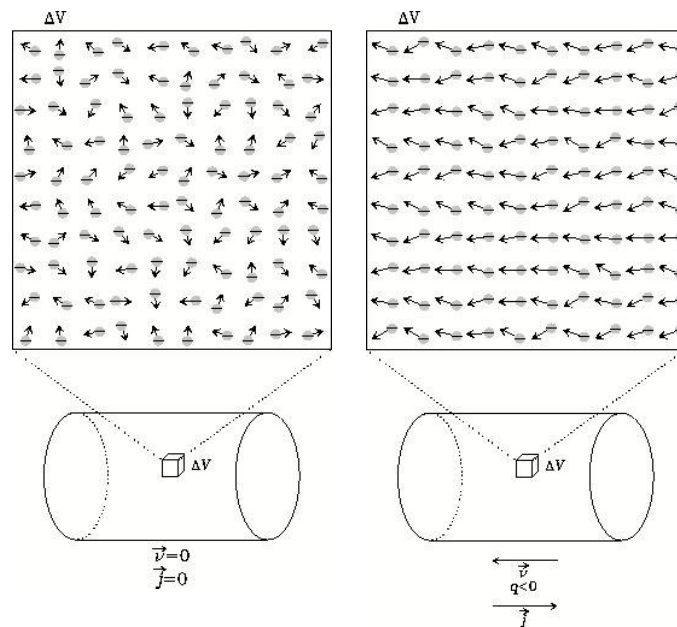

Figura 5-1
- 1) Si no hay movimiento de electrones en ninguna dirección privilegiada (sólo movimiento térmico),  $\vec{v} = 0 \rightarrow \vec{j} = 0$  (figura 5-1, izquierda).
- 2) Si los portadores tienen carga negativa, como ocurre en la conducción en conductores metálicos,  $\vec{j}$  tiene la misma dirección pero sentido contrario a  $\vec{v}$  (figura 5-1, derecha).